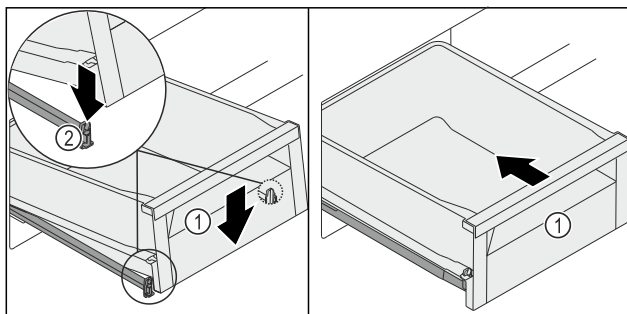

Fig. 125
- Spustite ladicu Fig. 125 (1) sprijeda tako da ladicu lijevo i desno uklizne u stezaljku Fig. 125 (2).
- Ladica Fig. 125 (1) se čujno uglavljuje.
- Ugurajte ladicu Fig. 125 (1).